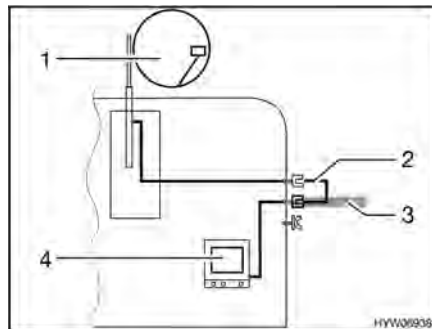

Bild 108 TV i fordonet
- TV i fordonet (Bild 108,4): Anslutning till takantenn (Bild 108,1) med anslutningskabel (Bild 108,2)
- TV i fordonet (Bild 108,4): Anslutning till extern antenn (Bild 108,3)